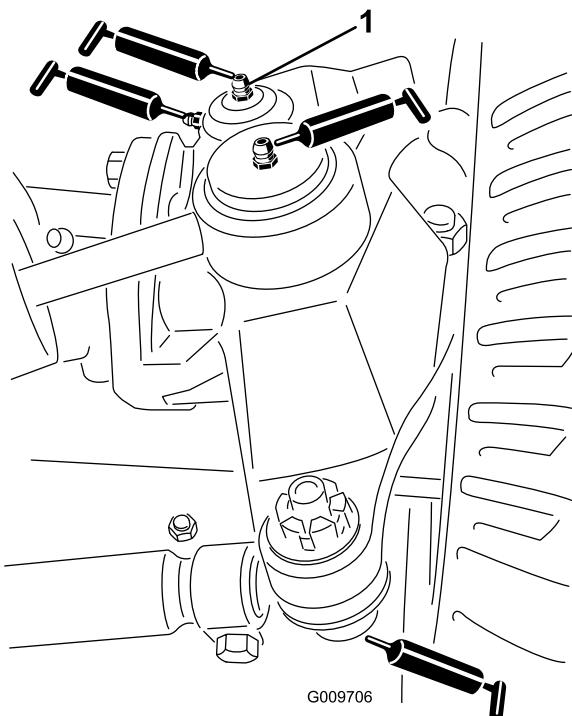

Figura 69
- Articulaciones esféricas del cilindro de dirección (2) (Figura 69)
- Articulaciones esféricas de las bielas (2) (Figura 69)
- Casquillos del pivote de dirección (2) (Figura 69). **El punto de engrase superior del pivote de dirección debe lubricarse solamente cada año (2 aplicaciones).**